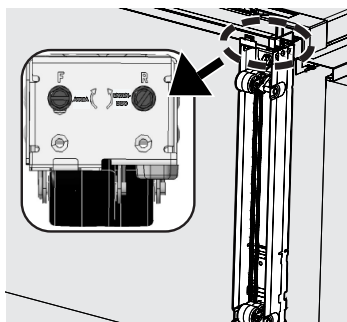

Fig. 4
- b. Con un perno 5H y un taladro eléctrico, ajuste la parte inferior del conjunto nivelador con una broca hexagonal de $\frac{5}{8}$ " en cualquier orificio que se superponga con el orificio del tornillo (Fig. 4).